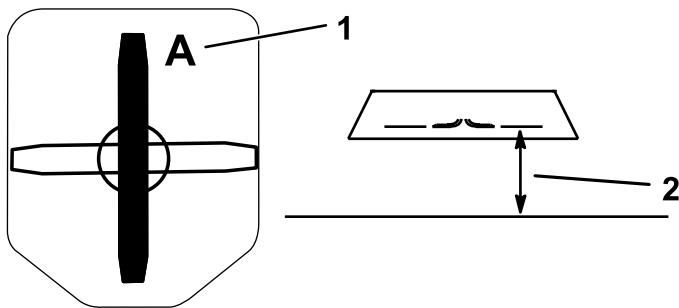

Figure 36
2. Sur une surface plane, mesurez la distance jusqu'au tranchant, à la position A de la lame (Figure 36).